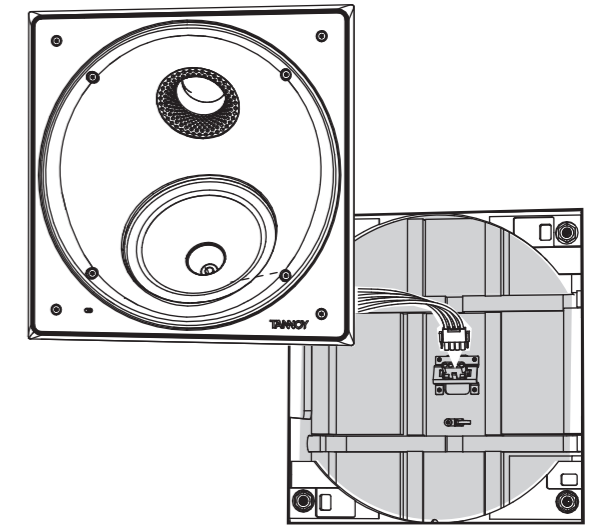

Fig. 6. Connecting the speaker wiring to the back can
4. De luidsprekersamenstelling kan nu met vier schroeven aan de achterkant worden bevestigd, zoals afgebeeld. Zorg ervoor dat de luidsprekerbedrading, uw vingers niet bekneld raken of bekneld raken (Afb. 6).